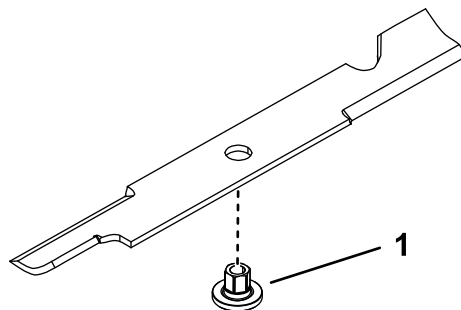

Figura 85
1. Instale el casquillo a través de la cuchilla con la brida del casquillo en el lado inferior (lado del césped) de la cuchilla (Figura 85).